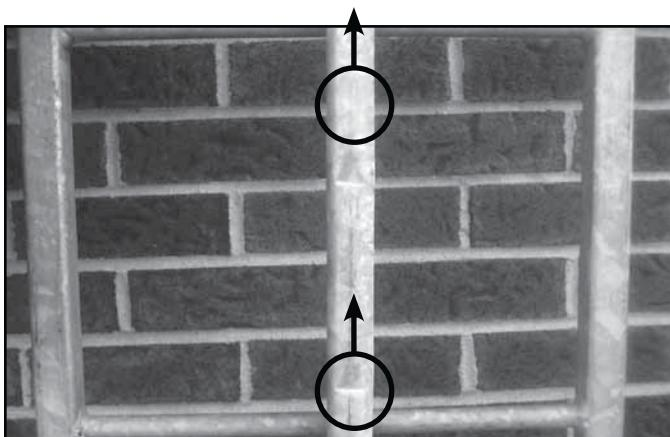

FIGURE 9 : BUTÉES DE PROGRESSION INSTALLÉES CORRECTEMENT (ORIENTÉES VERS LE HAUT)
- Les butées de progression doivent être orientées vers le haut de l'échelle. Le coulisseau SAF-T-GRIP™ ne s'enclenchera pas et n'arrêtera pas la chute si les butées sont orientées dans la mauvaise direction (voir la figures 9 et 10).
- Vérifier que le matériel est correctement installé (la figure 9 montre un rail galvanisé et la figure 10 des rails en aluminium et en acier inoxydable).